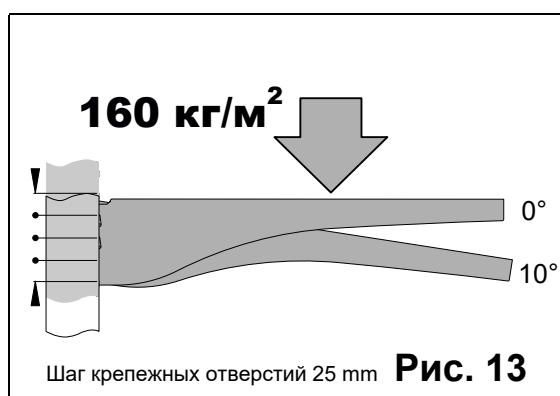

Рис. 13
- Полки можно устанавливать в 2 положения 0°; -10° (Рис.13).
- Раскладывайте товар равномерно и упорядоченно, избегая перегрузки полок (Рис.13)